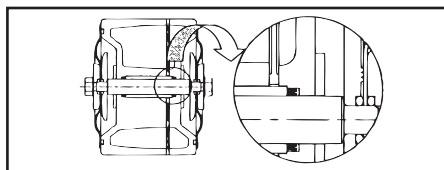

Figure 29
- Le côté ouvert de la V visages vers le diaphragme (chambre à air) (voir figure 29).